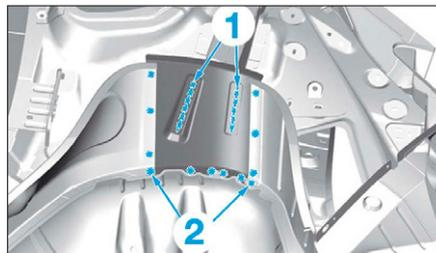

FIG. 186
- Meuler les cordons de soudure laser en (1) (Fig.186).